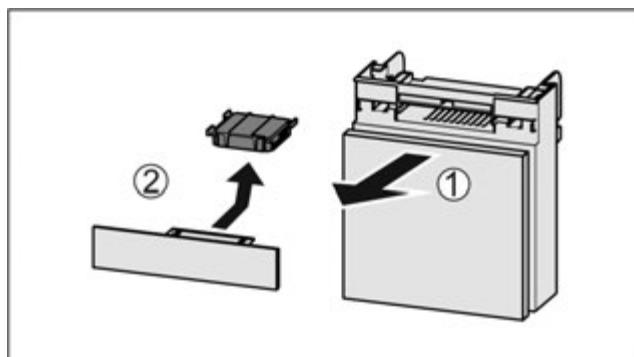

Fig. 42
- Потягніть Fig. 42 (1) відділення вперед.
- Витягнути Fig. 42 (2) фільтр з активованого вугілля.